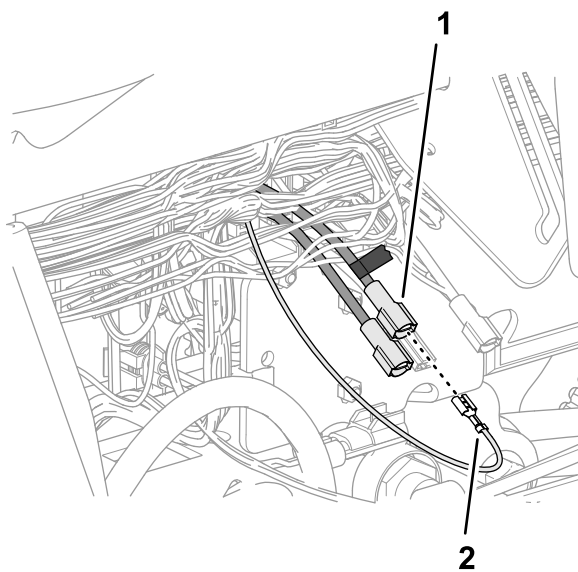

図 189
5. ステップ 4 でマーキングしたブレードコネクタを、キットのワイヤハーネスの 51mm ピンク線のソケットコネクタに接続する 図 189。